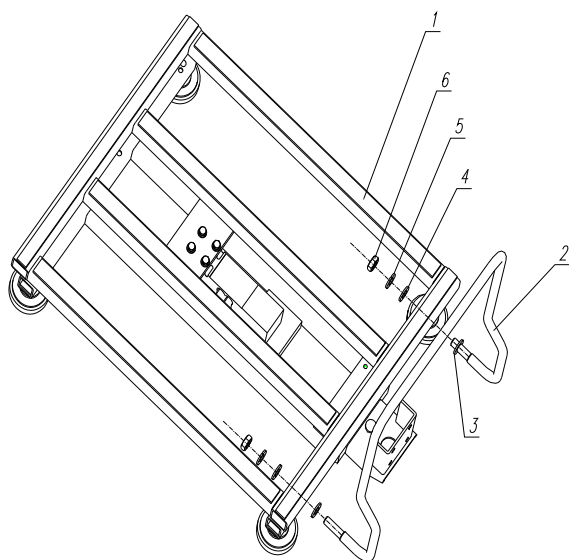

Рис. 6. Схема монтажа стойки-ограничителя на основании весов
2.3.3 Снять крепеж со стойки-ограничителя. Одеть шайбы 3 на концы стойки (поз. 2 рис.6) и вставить стойку в боковые отверстия основания платформы 1. На выступающие концы стойки одеть шайбы 4, шайбы-гровер 5, одеть и затянуть гайки М8 поз.6.